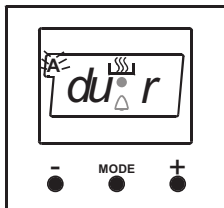

Abbildung 14
1. Drücken Sie die MODE-Taste, bis „stop“ in der Timer-Anzeige erscheint. Wenn „stop“ in der Timer-Anzeige erscheint, beginnt das Symbol (A) zu blinken. Stellen Sie nun die gewünschte, für Ihre Lebensmittel geeignete, Garzeit mit den Tasten +/- ein. Kurz nach dem Abschluss der Einstellung erscheint die Uhrzeit in der Anzeige, die Symbole (A) und  leuchten dauerhaft. (Abbildung 14)